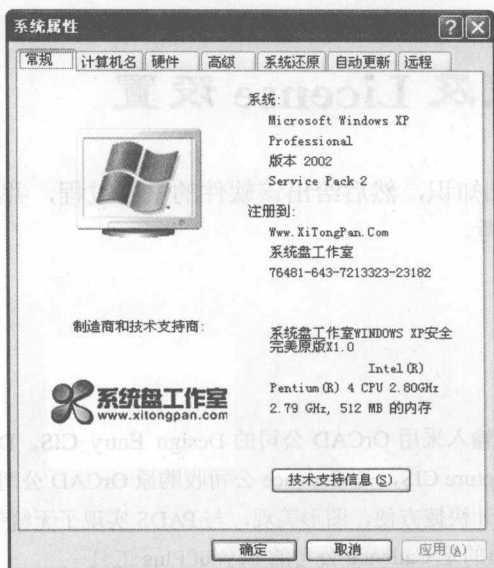

图1-1 【系统属性】窗口
- (1) 将该软件安装在“D:\Cadence”目录下。
- (2) 用鼠标右键单击【我的电脑】, 从弹出的菜单中选择【属性】, 出现【系统属性】窗口, 如图 1-1 所示。